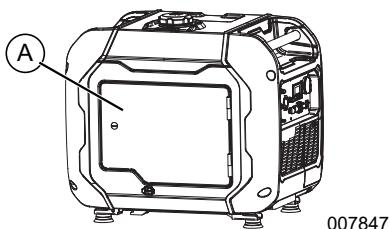

Figure 4-3. Retrait de la trappe d'accès
2. Voir **Figure 4-3**. Retirez la trappe d'accès (A).